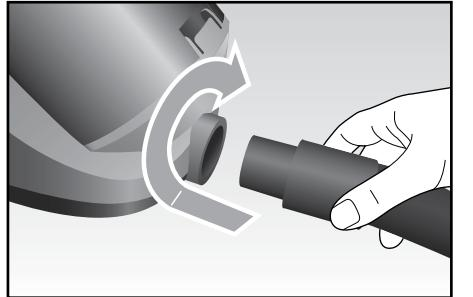

Fig. 2
- Inserire il manicotto (H) nell'apertura di entrata dell'aria (D) ruotandolo leggermente fino al completo bloccaggio (Fig. 2).
- Inserire il tubo prolunga (P), o se necessario entrambi, sull'impugnatura (N).